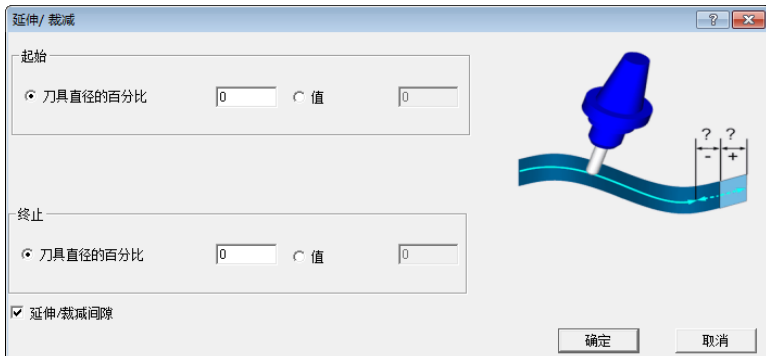

图 2-244 “延伸/裁减”对话框
- **【延伸/裁减】**: 设置刀轨在边界处的延伸或缩短的长度。勾选该复选框,单击“延伸/裁减”按钮,弹出“延伸/裁减”对话框,如图 2-244 所示。